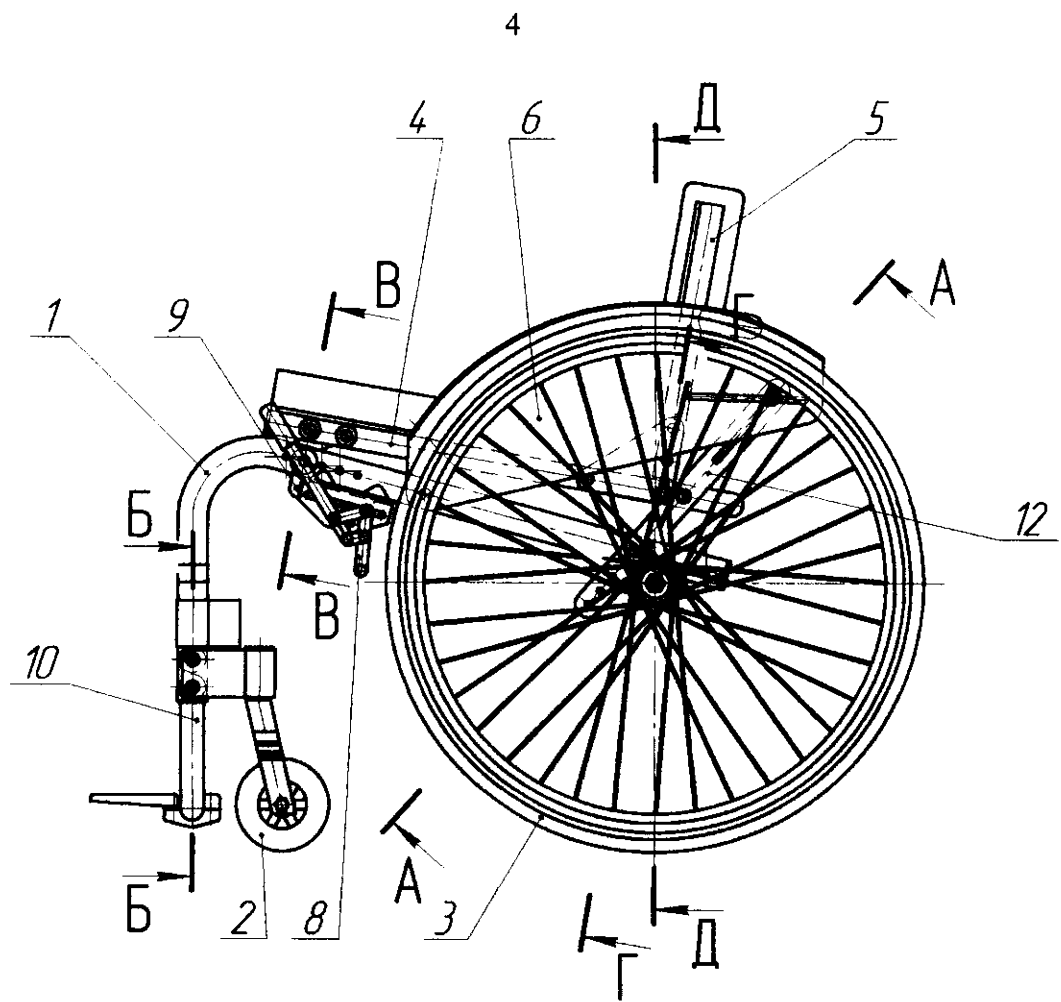
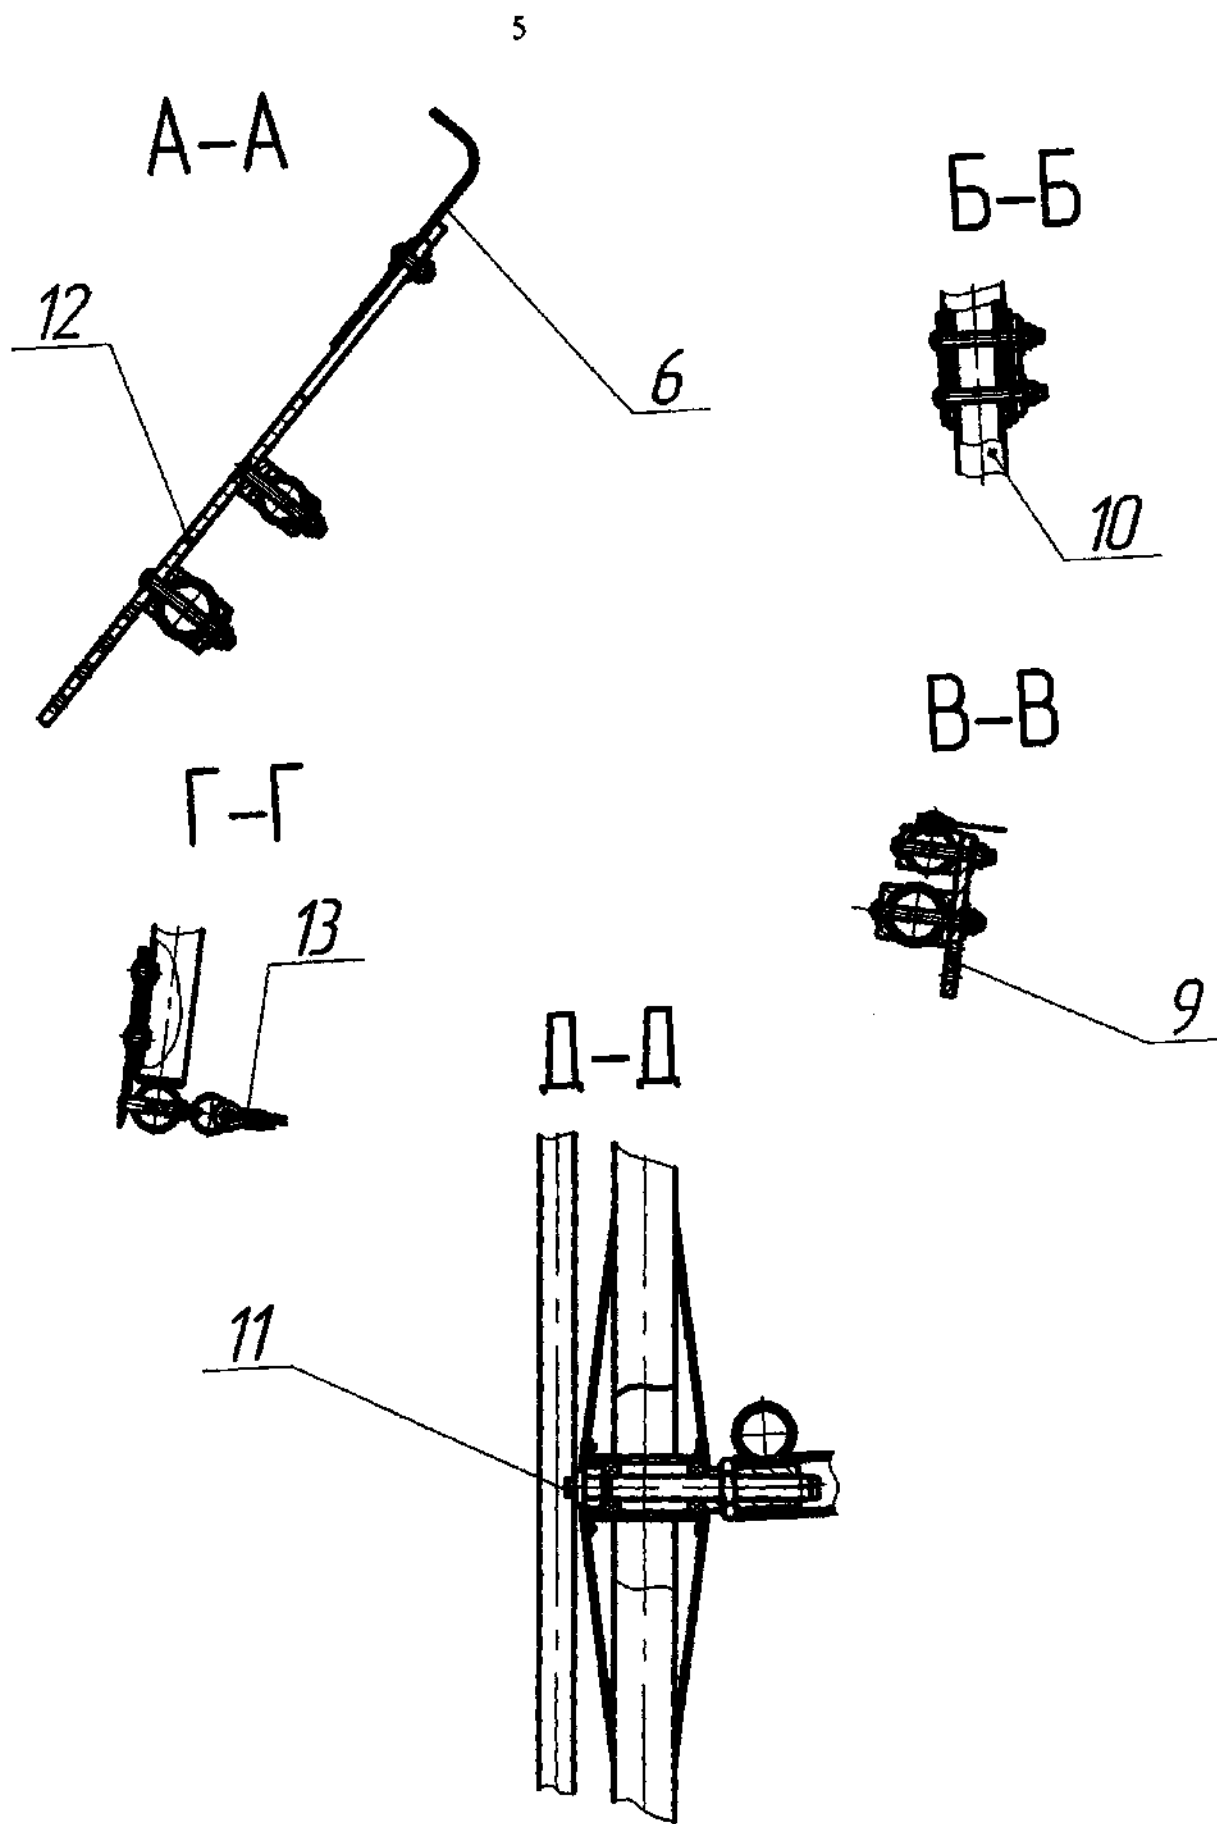

Рис. 1
Рис. 2
4.1. Кресло-коляска (рис. 1 и рис. 2) состоит из: